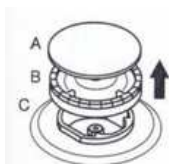

Figure 12
- Retirez le couvercle du brûleur et le brûleur comme indiqué sur la figure 12.